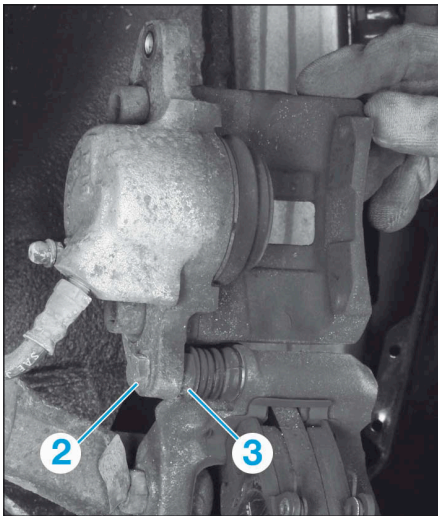

FIG.7
- Déposer la vis supérieure de colonnette (2) en maintenant l'écrou (3) (Fig.7).